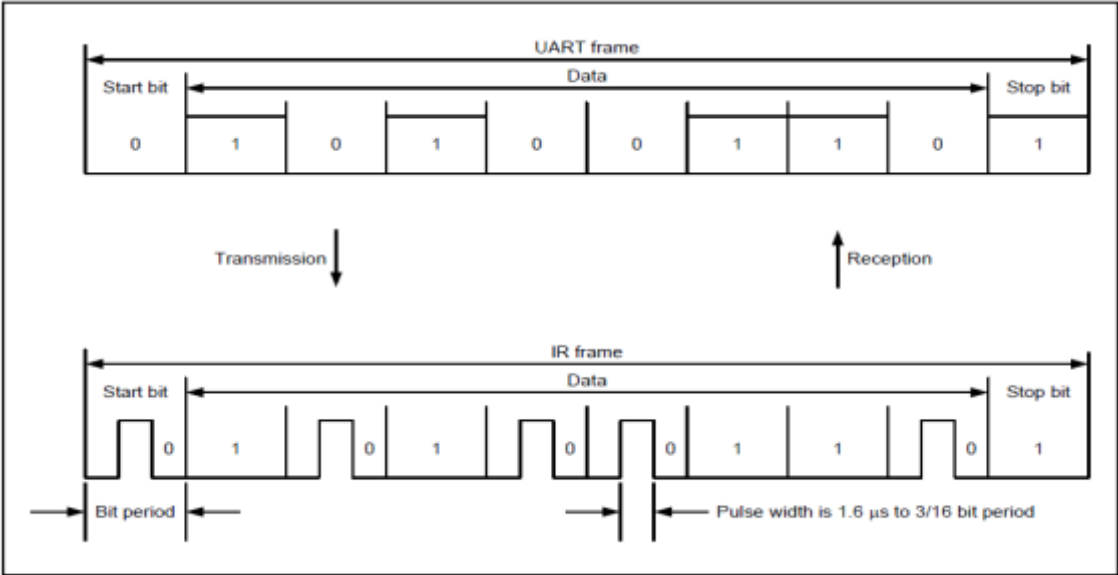

图 21-10 IrDA 收发脉冲
- SIR 发送逻辑把'0'作为高脉冲发送，把'1'作为低电平发送；或者取反发送。脉冲的宽度规定为正常模式时位周期的 3/16，见图 21-10 IrDA 收发脉冲。